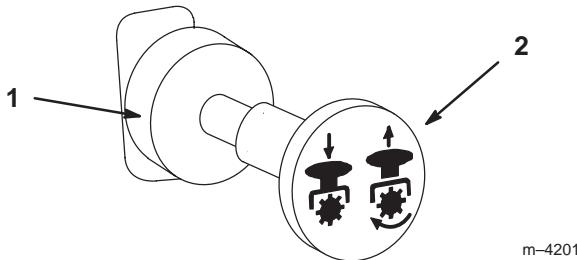

Figure 19
3. Tirez sur la commande de prise de force (PDF) pour l'embrayer (Fig. 19).
1. Repoussez la commande de PDF en position désengagée (Fig. 19).